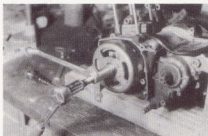

Bild 96
- Zum Abnehmen des Magnetaufbauers braucht man einen Spezialabzieher, der in Bild 56.3 gezeichnet und als Foto in Bild 96 gezeigt ist. Er trägt auf der Abziehglocke ein Linksgewinde M27x1. Die konische Nabe des Magnetaufbauers sitzt sehr fest auf dem konischen Zapfen der Kurbelwelle. Der Keil und die beiden zugehörigen Keilnuten dienen nicht der Übertragung von Drehkraft, sondern der Fixierung der Einbauposition. Bei der Montage beider Bauteile ist darauf zu achten,